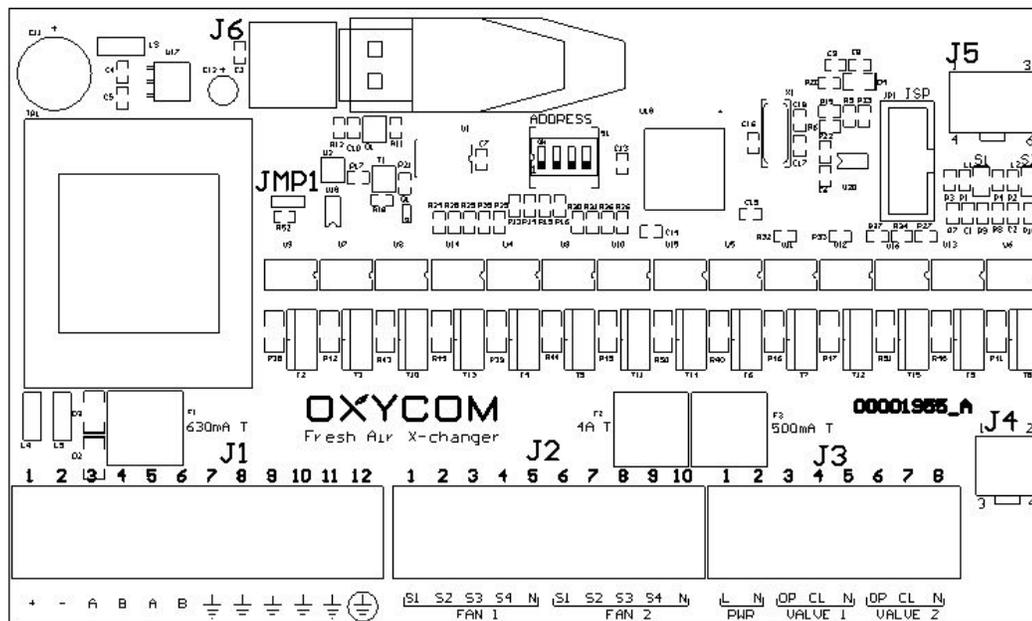
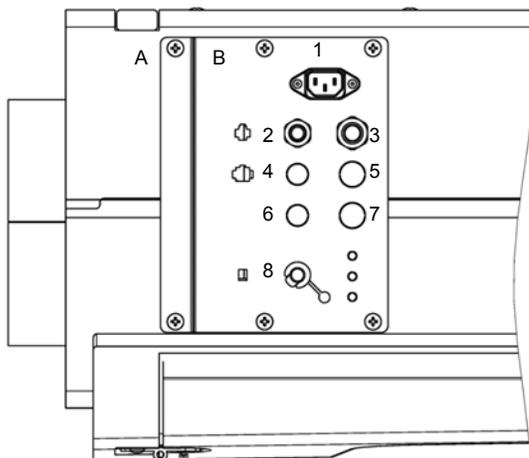

Abbildung 5.19: *Steuerungsplatine lay-out*
Abbildung 5.22: elektrische Anschlüsse auf der Kühleinheit.
Siehe für das Anschließen das Schema in Abbildung 5.19
Die Klemmstreifen und Steckeranschlüsse auf der Steuerungsplatine sind erreichbar, indem Platte (B) entfernt wird. Siehe Abbildung 5.22.
1. Drehen Sie die vier Schrauben von der Platte los und entfernen Sie Platte (B).
3. Montieren Sie die Adern der Kabel an das richtige Klemmstück und montieren Sie den richtigen connector, siehe Abbildung 5.19.
5. Montieren Sie die Platte (B) **Achtung:** drehen Sie die Schrauben nur an, es besteht die Gefahr des Überdrehens!
Abbildung 5.22 zeigt eine Abbildung des Bedienpaneels.
Die Speisung des Ventilators in der Lüftereinheit geschieht über Kabel (3). Dieses Kabel ist 5 Meter lang und in der Kühleinheit vormontiert (siehe Abbildung 5.22).